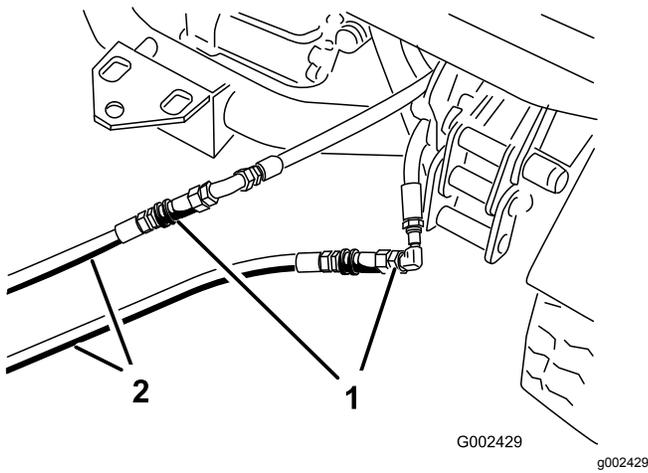

图84
3. 在禁用的机器上将 2 个跳线软管连接至断开的软管 图84。